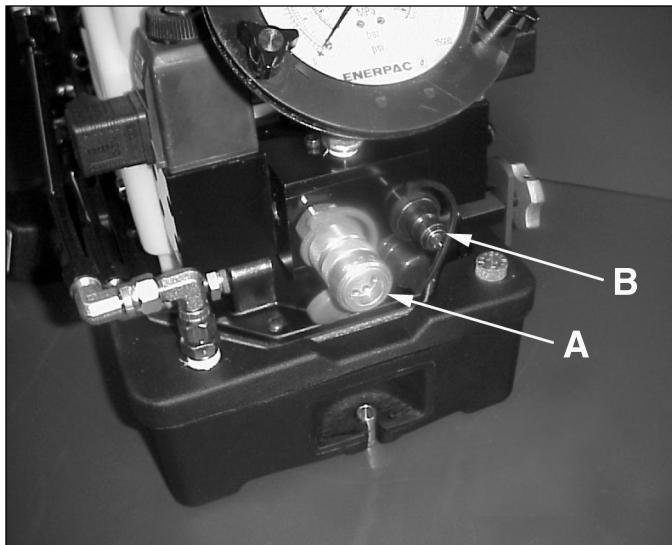

Figura 3 - Salida de la bomba (de doble efecto)
- Acople las mangueras a las salidas múltiples de la bomba mostradas en la figura 3. ASEGÚRESE de utilizar la manguera marcada con la inscripción "ENERPAC SERIE 800 - 800 BAR/11.600 PSI MÁX". Apriete con la mano los anillos de seguridad acopladores.